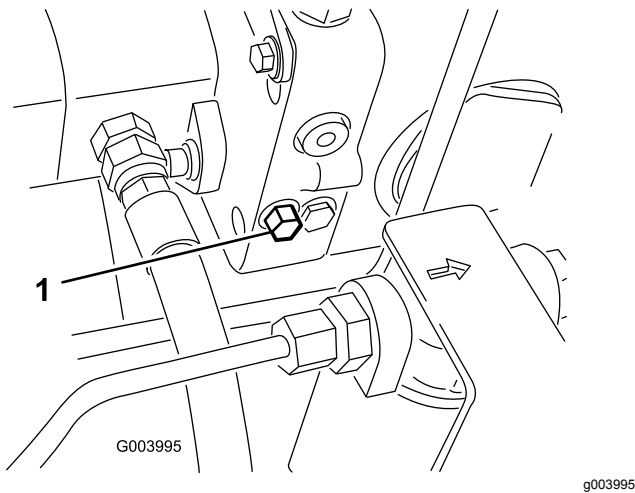

Bild 42
1. Ermitteln Sie das Sicherheitsventil an der linken Seite des Hydrostats (Bild 42) und drehen Sie die Schraube um eineinhalb Umdrehungen, um das Ventil zu öffnen und Öl intern abzulenken.